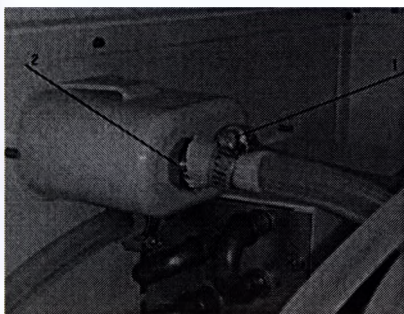

Рис. 8
- 1) Открутите винт №1 (Рис. 8), снимите предохранительный патрубок, соединяющий предохранительный клапан.
- 2) Открутите винт №2 (Рис.8)